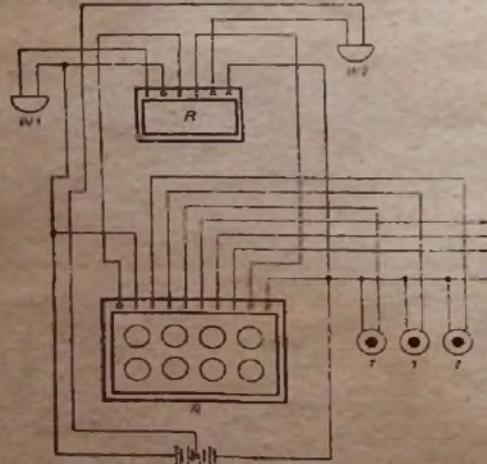

Abb. 13
Diese Ruftafelschaltungen lassen sich noch beliebig erweitern. Wir wollen hierzu nur noch einen Hinweis geben. Es soll eine Ruftafel betätigt werden. Außerdem muß ein Rasselwecker beim Drücken eines Tasters anschlagen, und zwar solange, bis der Stromkreis in T wieder unterbrochen wird. Weiterhin soll gleichzeitig eine langsam schlagende Glocke ertönen, die Lautsignale geben soll, bis die Ruftafel bzw. das dazugehörige Relais abgestellt wird. In Abbildung 13 ist diese Schaltung wiedergegeben. Wird auf einen Taster (T) gedrückt, so erscheint zunächst die entsprechende Klappe in der Ruftafel. Außerdem wird der Anker des Relais (R) angezogen und das Läutewerk (W1) schlägt nun in bestimmten Zeiten an, bis auf dem Abstellknopf (A) der Ruftafel gedrückt wird, wodurch die Klappe der Tafel wieder verschwindet, der Anker des Relais losgelassen und stromlos ist. Der Wecker (W1) ist somit außer